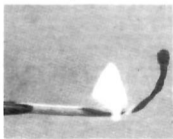

Рис. 1.
**Опыт 1.** Держим зажженную спичку горизонтально. Пламя передвигается по спичке, и по мере его перемещения сгоревшая часть спички поднимается. У разных спичек высота этого подъема различна. Некоторые спички при этом закручиваются (рис. 1). Важно отметить, что «загибается» уже остывший (обгоревший) участок спички.